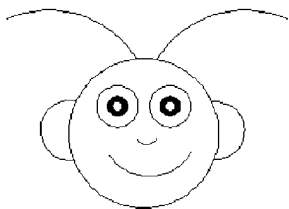

图 2.22 娃娃头
3. 使用“圆”、“弧”、“圆环”命令绘制图 2.22 所示的图形。